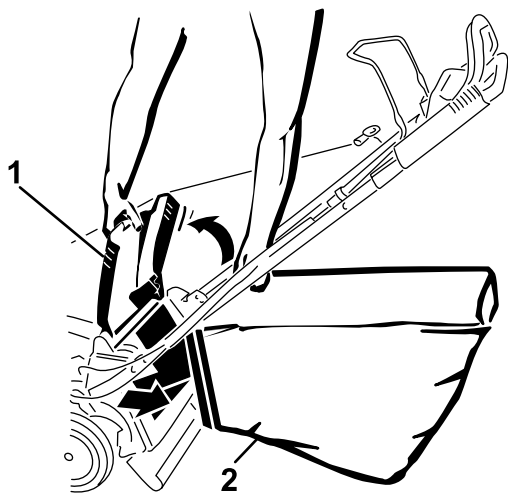

Figura 24
4. Appendete il bordo superiore anteriore del cesto di raccolta agganciando i perni del cesto di raccolta nelle apposite tacche delle staffe della stegola (Figura 24).